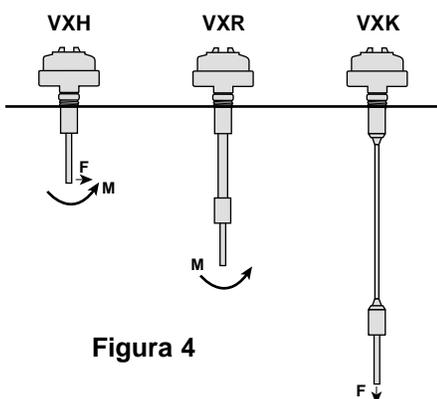

Figura 4
Observe as especificações de resistência à flexão (F), torque (M) e resistência à tração (F) conforme indicado abaixo. Veja a Figura 4.